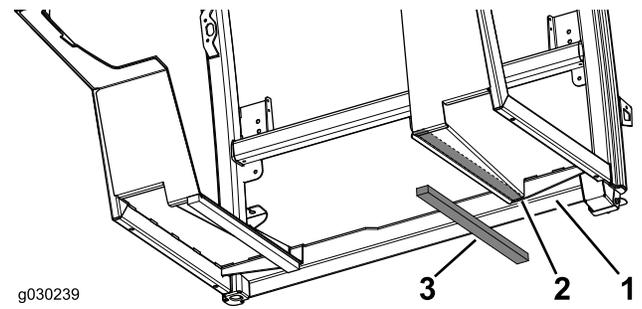

Bild 11
2. Bringen Sie die anderen Bodendichtungen an der rechten Seite der Kabine an (Bild 11).